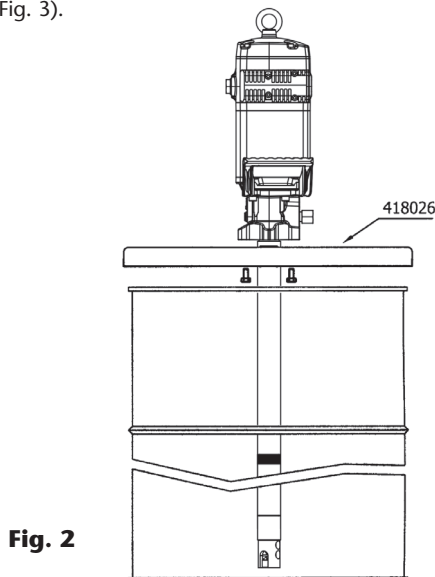

Fig. 2
- **a.** Montaje con tapa reforzada (418026 para bidón de 185 kg y 418025 para bidón de 50 kg). Inserte la bomba por la tapa y fíjela con los tornillos suministrados. Fije la tapa sobre el bidón firmemente (ver Fig. 2).